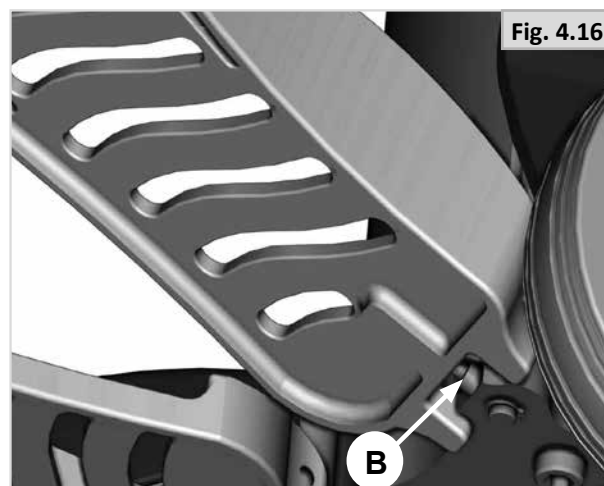

Fig. 4.16
- Dobre a placa para os pés para cima para conseguir alcançar o parafuso de ajuste do ângulo, (B-Fig. 4.16).
- Desapertando os 4 parafusos (A)
- Rode o parafuso B (Fig. 4.16) para ajustar a altura da placa para os pés.
- Aperte os 4 parafusos (A)